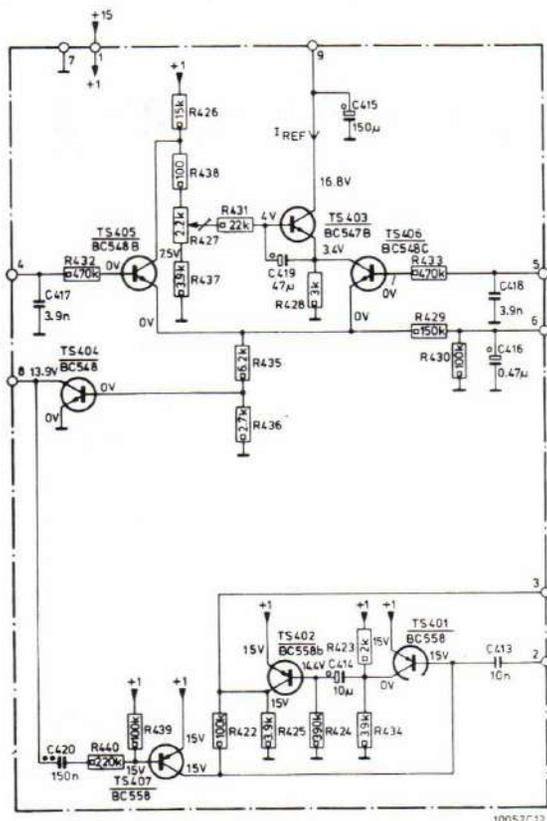

Fig. 1
Onderstaande wijzigingen zijn ingevoerd in de "search tuning unit" (zie fig. 1 en 2).
- (zie fig. 1 en 2).